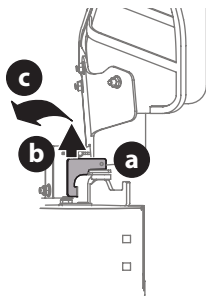

Figura 15
- El canal se envía adjunto y con un soporte que lo mantiene en posición vertical. El soporte debe retirarse antes de operar el tractor (Figura 15).
- Sosteniendo el deflector del canal completamente hacia arriba, retire el soporte (Figura 15):